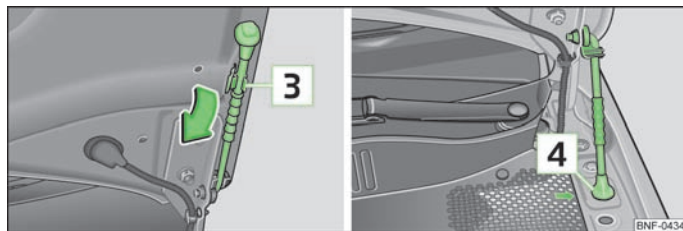

Fig. 96 Fixar o capot
- Retire o apoio do capot para fora do suporte **3** no sentido da seta » Fig. 96 e fixe o capot aberto, inserindo a extremidade do apoio do capot na abertura **4**.